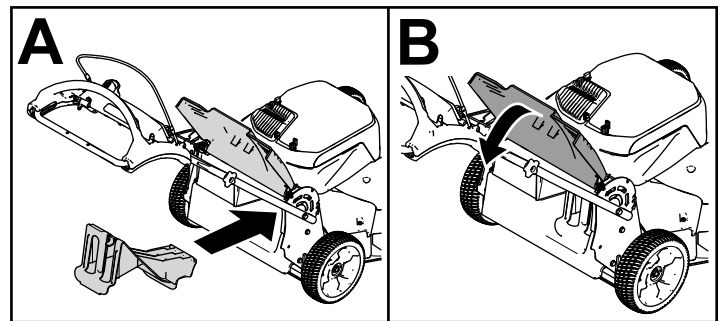

Figura 17
- Si el tapón de descarga trasera no está instalado, sujételo por el asa, eleve el deflector trasero e introdúzcalo en el conducto de descarga trasera hasta que el enganche encaje en su sitio; consulte Figura 17.
Importante: Asegúrese de que el tapón de descarga trasera está colocado antes de reciclar los recortes (Figura 17).